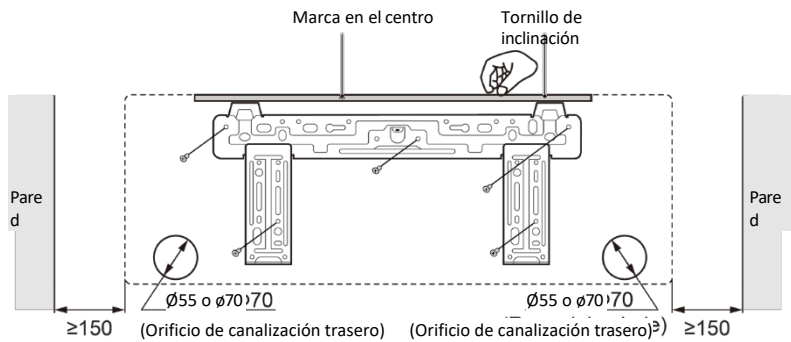

Fig. 4.2
- 4 El diámetro indicado en la fig. 4.2 es de 55 mm o 70 mm.
- 1 Realice el orificio para la tubería (Φ 55 mm o 70 mm) en la pared con una ligera inclinación hacia abajo en el lado exterior. El centro del orificio debe determinarse consultando la Fig. 4.2.